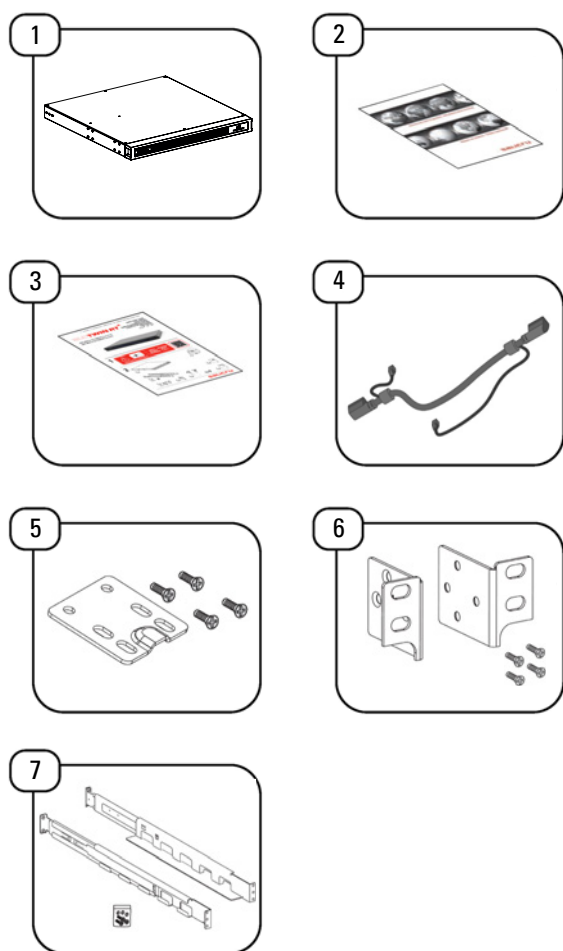

Fig. 9. Conteúdo da embalagem dos módulos de baterias (EBM).
2. Para instalar o equipamento num armário *rack*, é preciso utilizar as calhas laterais (incluída no equipamento) como suporte (item 9 da Fig. 9).
Ligar os módulos de bateria em série mediante os cabos de potência com RJ45 incorporado (item 4 Fig. 9), como mostra a seguinte figura:
Utilizar as placas de metal fornecidas (item 5 da Fig. 9) para unir os diferentes EBM ao UPS em caso de instalação em formato torre, como mostrado a seguir:
⚡ A ligação do módulo de baterias ao equipamento é realizada mediante uma mangueira fornecida como acessório no módulo de baterias (item 4 da Fig. 9).